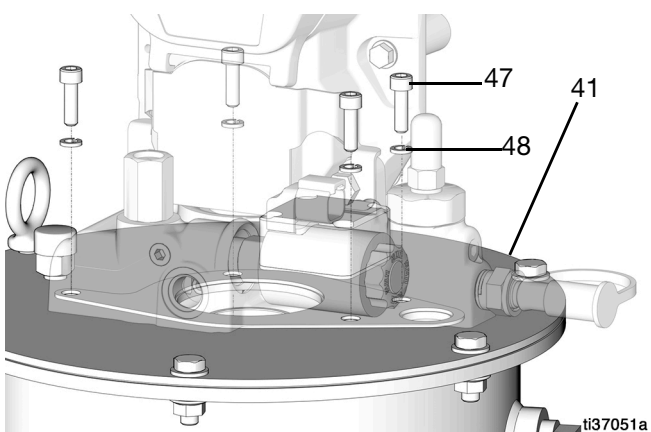

图 26
4. 用 5 毫米内六角扳手拧松并卸下将泵固定在料桶 (41) 上的四个螺栓 (47) 和四个垫圈 (48) (图 26)。